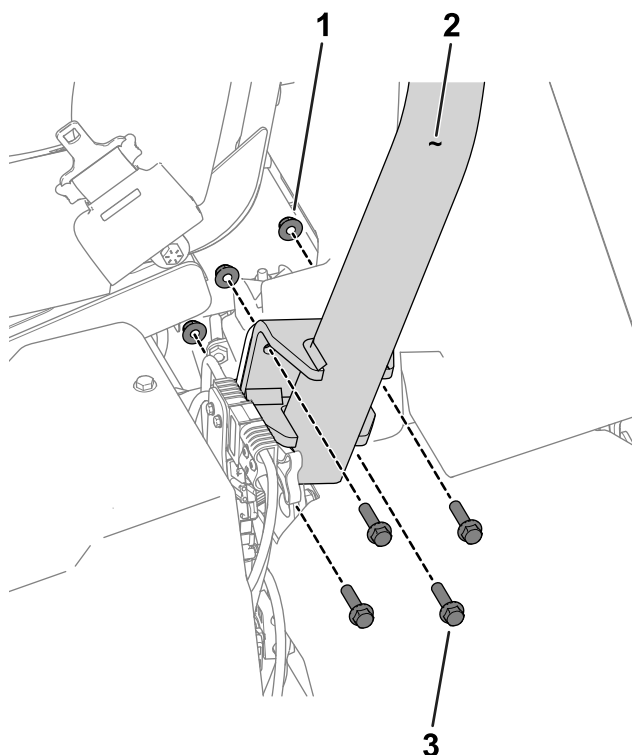

Figure 3
3. Avec 8 boulons à tête hexagonale ( $\frac{3}{8}$ " x  $1\frac{1}{2}$ " ) et 8 écrous ( $\frac{3}{8}$ " ), fixez l'arceau de sécurité sur ses supports de chaque côté de la machine (Figure 3).